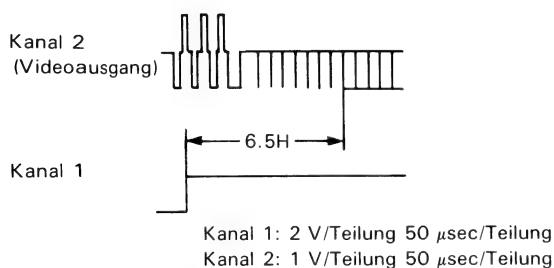

Abbildung 2-2.
3. R740 (Phasengenerator/monostabile Multivibrator-Steuerung) so einstellen, daß die Wellenform am Oszilloskop jener in Abb. 2-2 entspricht.